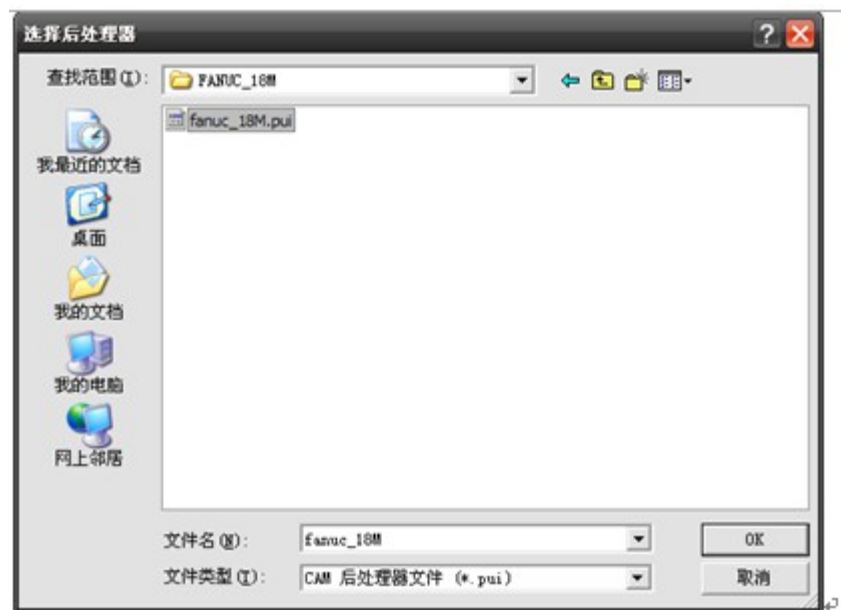

图8-1 安装 NC 后处理器
- (1) 学会安装后处理器。
- (2) 学会产生 NC 后处理程序。
- (3) 学会输出后处理。
- 在主工具栏中选择【工具】/【安装 NC 后处理器】命令，弹出【选择后处理器】对话框，选择机床的后处理文件，文件后缀名格式为“.pui”，且机床后处理的文件夹不能为中文名，如图 8-1 所示。